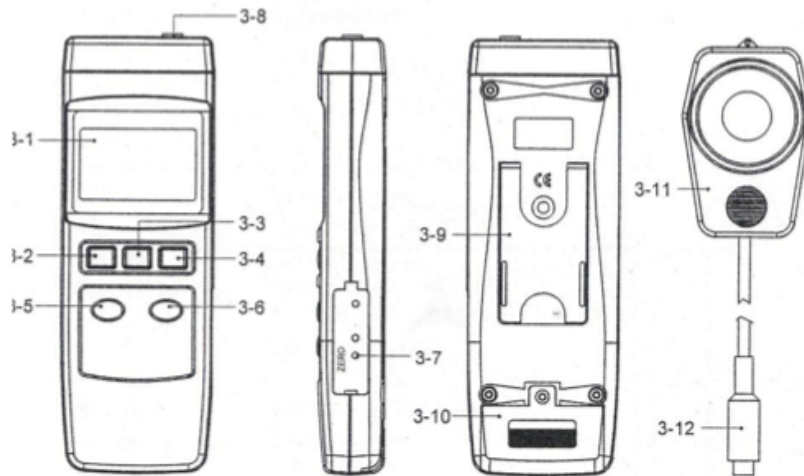

Figura 1
4.2 Presione el botón de encendido (3-2, Figura 1) para poder operar.
4.5.1 Durante una medición, presione el botón de “Hold” (3-4, Figura 1) para mantener fijo el valor de medición en la pantalla.
4.6.1 Presione el botón “power” (3-3, Figura 1) para apagar el equipo
5.1.1 Seleccione el rango de “2,000 LUX” con botón 1X (3-5, Figura 1).
5.1.2 Abra la tapa lateral para descubrir el ajuste VR (3-7, Figura 1). 5.1.3 Oscurezca el sensor de luz (3-11, Figura 1)
6.1.1 Quite la cubierta de la batería (3-10, Figura 1) y retire la pila fuera del instrumento.